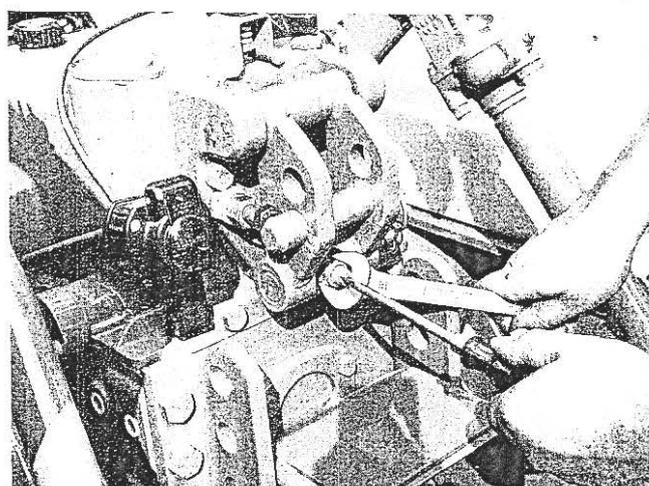

FIG. 90 – Réglage de la course libre du levier d'effort contrôlé pour tracteurs R 503 - R 603
- b) pour les types M 50 M, régler la vis pointeau spéciale placée au bout de la tige 26 Fig. 90.